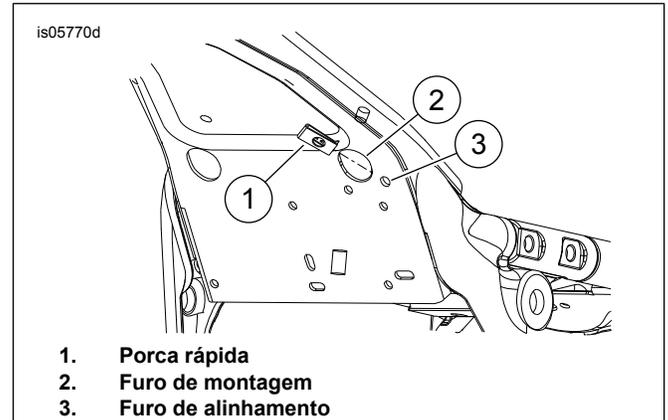

Figura 4. Instale a porca rápida
1. Veja Figura 4 . Instale a porca rápida (1) no furo de montagem (2).
2. Alinhe a presilha com o furo de alinhamento (3).